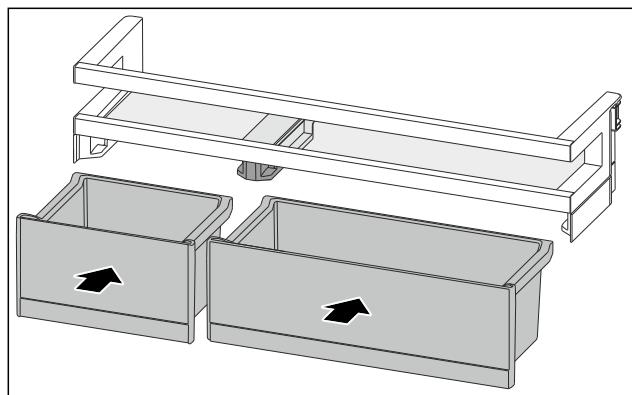

Fig. 90
- ▶ VarioBoxen in getauschter Anordnung einsetzen. (siehe Fig. 90)